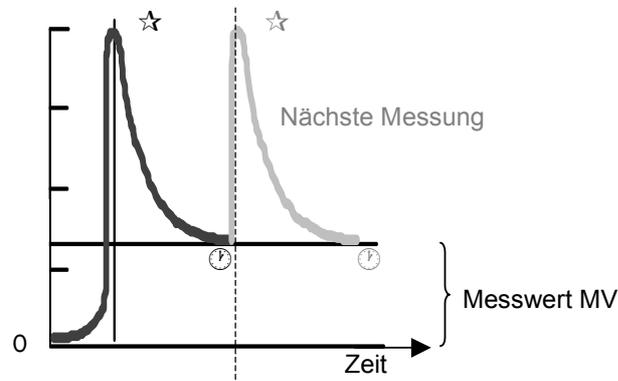

Abb. 14 Schematisches Osmogramm beim alleinigen Austausch des Probentropfens
1. Tragen Sie den Probentropfen auf. – Das Signal zeigt eine negative Überladung, siehe ϑ in Abb. 14.
2. Ein konstanter Messwert wird erreicht, wenn sich das thermische Gleichgewicht eingestellt hat und das Signal nicht weiter abfällt, siehe • in Abb. 14.